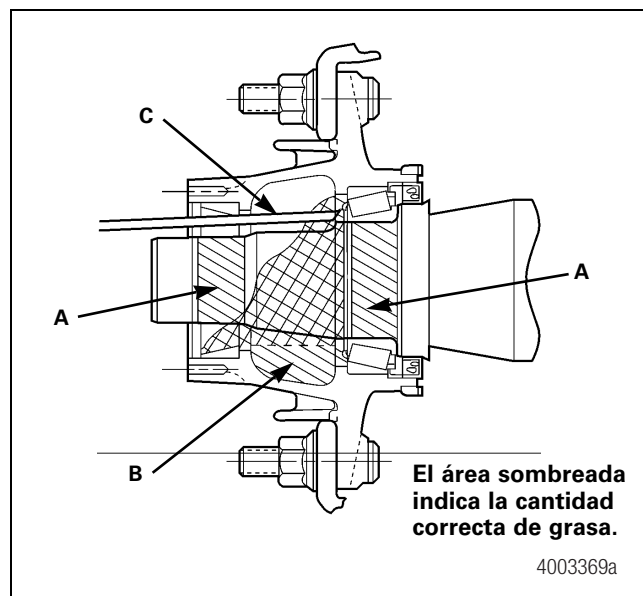

Figura 13.7
2. Aplique una capa ligera de grasa sintética en los muñones de cojinete de la espiga. Consulte "A" en la Figura 13.7.
4. Llene la cavidad de la maza con grasa aprobada hasta el diámetro más pequeño de la taza exterior. Consulte "B" en la Figura 13.7.
5. En la parte superior de la espiga, y lo más lejos posible, bombee grasa sintética adicional hasta que parezca que la grasa se desbordará. Instale rápidamente el cono de cojinete exterior. Consulte "C" en la Figura 13.7.
6. La cavidad de la maza se deberá llenar aproximadamente 1/3 de su capacidad total, desde la posición horaria de las cuatro a la de las ocho en punto. Esto implica colocar aproximadamente 1.5 libras de grasa. Sin embargo, los diferentes diseños de maza pueden requerir más o menos cantidad de grasa. Figura 13.7.